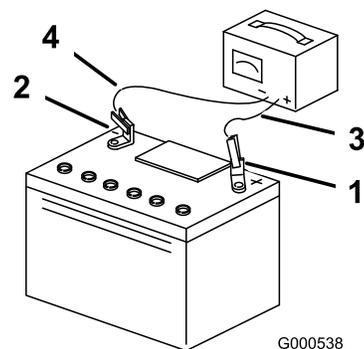

Figure 82
- Quand la batterie est chargée au maximum, débranchez le chargeur de la prise, puis débranchez les fils du chargeur des bornes de la batterie (Figure 82).